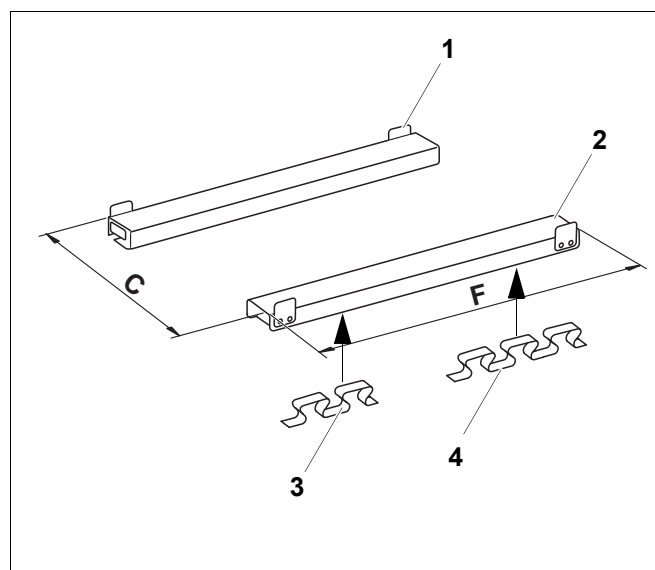

Рис. 3 Звукопоглощающая подставка
- Длинную звукопоглощающую скобу (рис. 3, поз. 4) положите спереди под швеллер, а короткую скобу (рис. 3, поз. 3) – сзади под швеллер (рис. 3, поз. 2).
- Установите котел на подставку и выровняйте его. При этом подставка под котел должна быть заподлицо с его задней стенкой. Упорные пластины (рис. 3, поз. 1) должны прилегать к швеллеру котла.
Экспликация к рис. 3